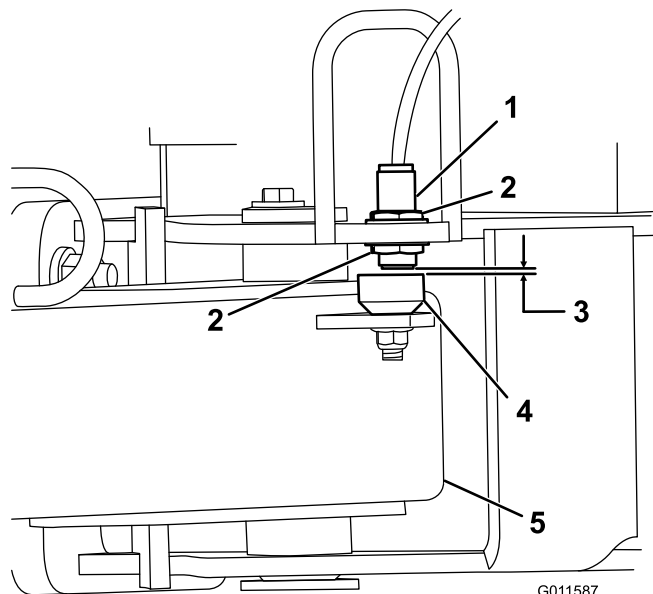

図 4
5. 近接スイッチをフレームに固定しているジャム・ナットをゆるめ、スイッチを下げて、ヒッチ・トングの検知プレートとスイッチとの距離が 3.3 ± 0.7 mm となるように調整する (図 4)。ジャム・ナットを締めて調整を固定する。